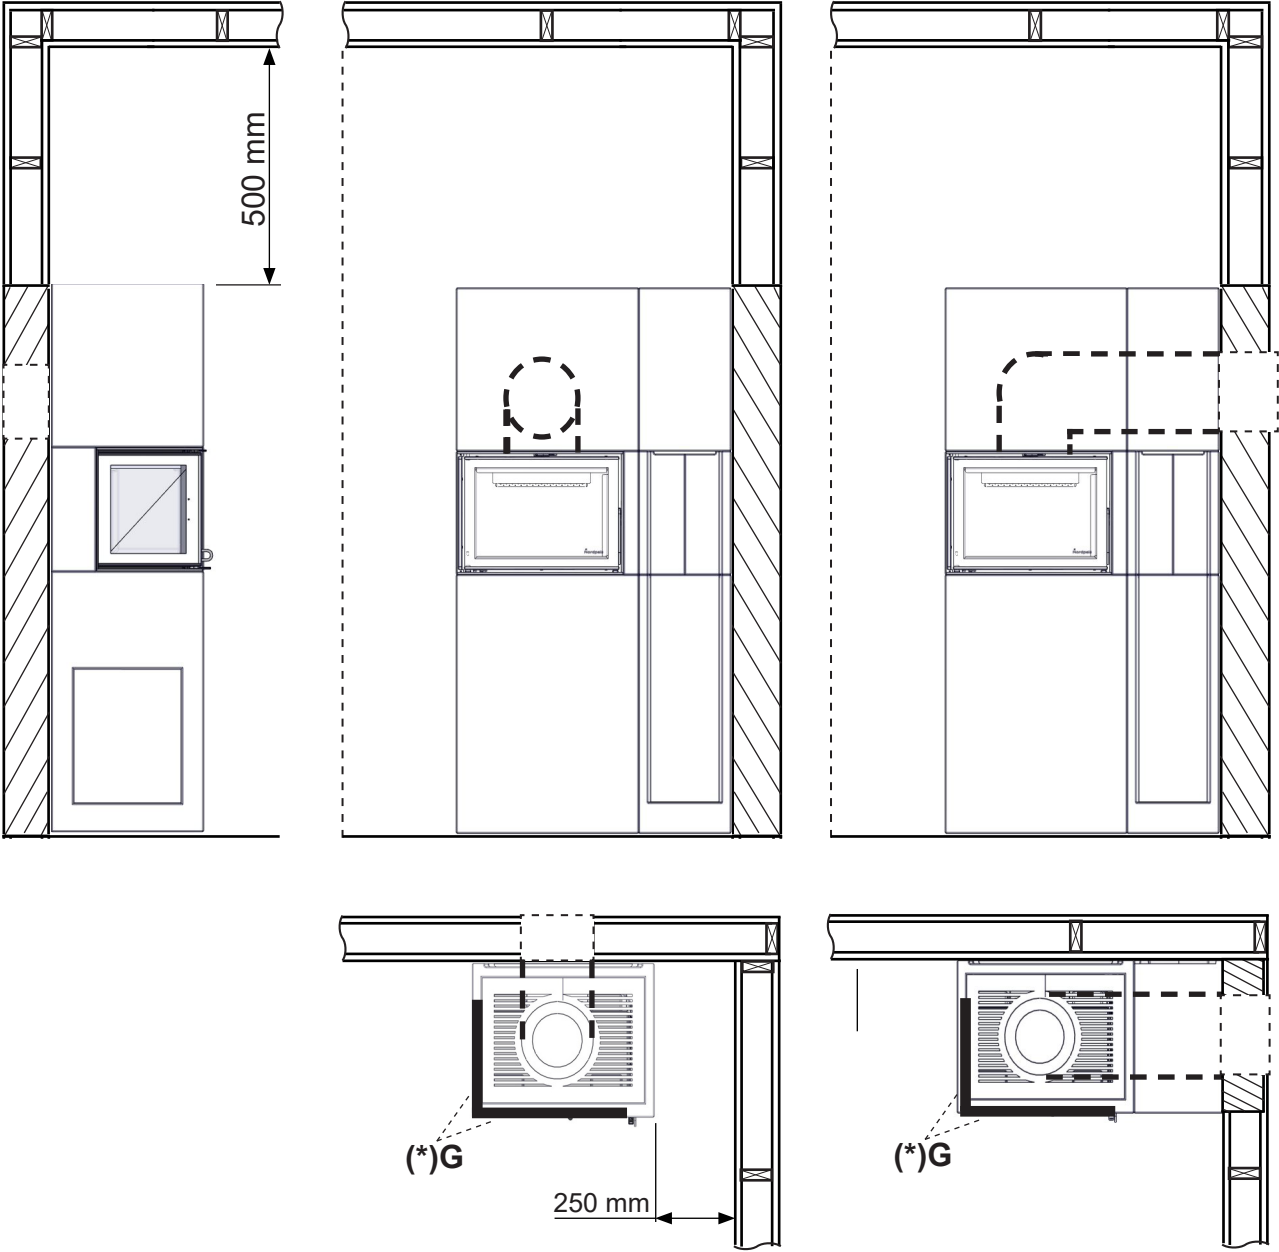

FIG 3
Aufbauanleitung Pisa (FIG 3 - FIG 20)
- Pisa (FIG 3 - FIG -20)